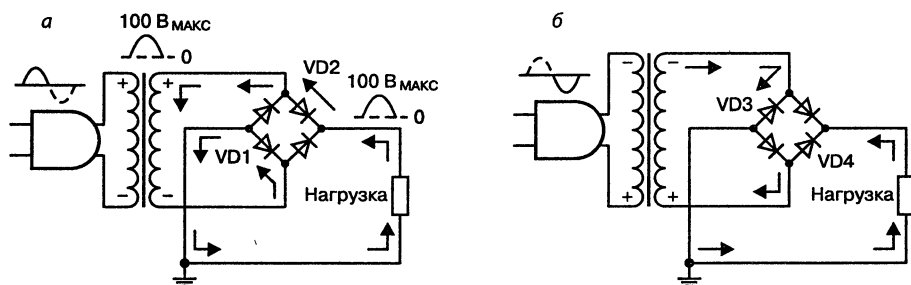

Рис. 3.5. Мостовой выпрямитель:
- ♦ мостовой схемы (рис. 3.5).
Мостовой выпрямитель создает на нагрузке максимальное напряжение, равное по значению напряжению на вторичной обмотке трансформатора. Как показано на рис. 3.5, а: